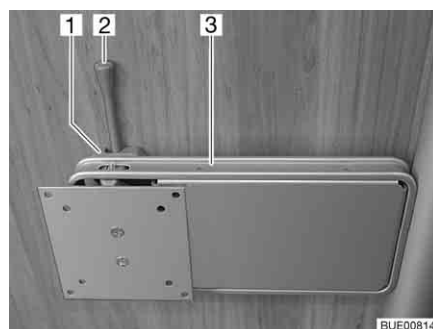

Fig. 63 Supporto su colonna
Posizionamento: ■ Spingere di lato la leva di sbloccaggio (Fig. 63,2) e ruotare il supporto (Fig. 63,3) con lo schermo piatto nella posizione desiderata.
- Riportare indietro lo schermo piatto finché il supporto (Fig. 63,3) non si innesta nel bloccaggio (Fig. 63,1).